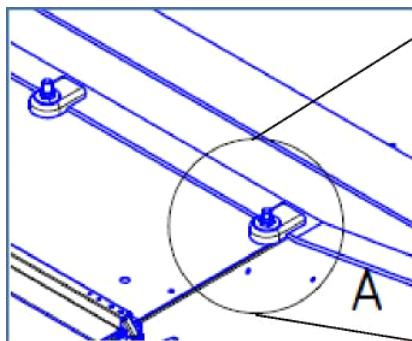

Fig. 1
- La bride de serrage doit avoir une distance d'au moins 2 mm par rapport à la sangle de la poutre principale (Fig.1 et Fig.2)
- La bride de serrage doit présenter une distance latérale d'au moins 20 mm par rapport aux courbures du cadre, aux cordons de soudure et aux arêtes, poutres transversales (cadre intérieur). (Fig.1 et Fig.2)